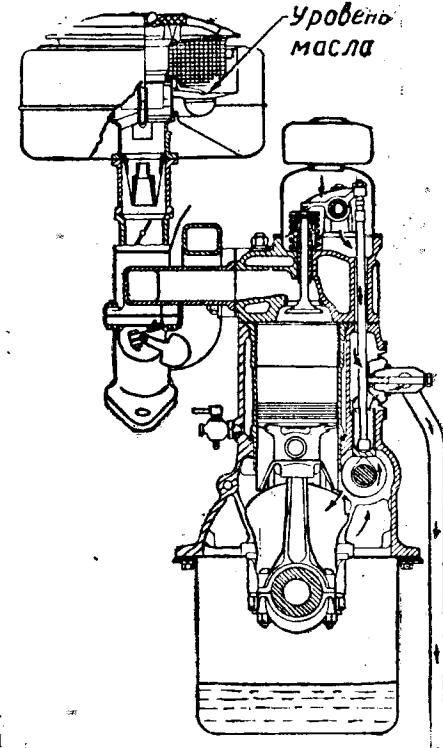

Рис. 32. Схема вентиляции картера двигателя.
**Вентиляция картера двигателя** (рис. 32) предохраняет масло в картере двигателя от разжижения бензином и уменьшает разъедание шлифованных поверхностей серной кислотой, образующейся из продуктов сгорания.